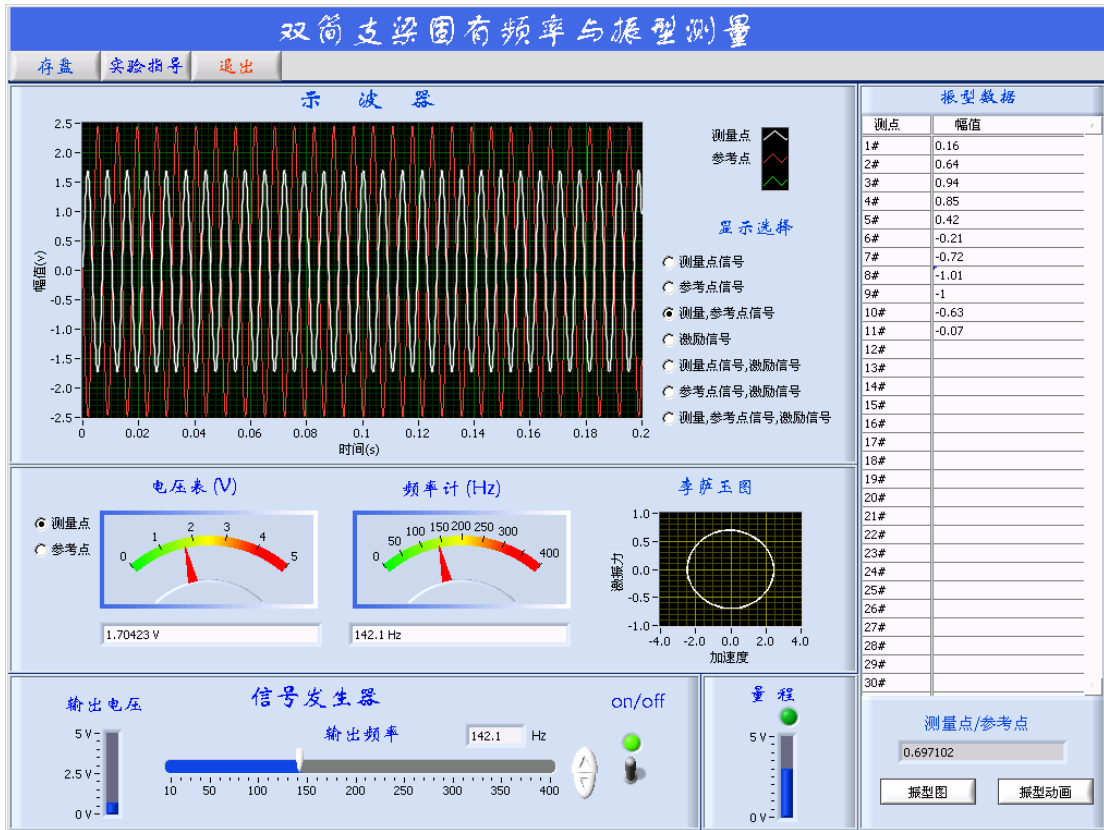

图 7-2 双筒支梁固有频率与振型测量实验操作界面
- 3、从“综合振动综合实验系统”对话框（图 2），进入“双筒支梁固有频率与振型测量”实验操作界面（图 7-2）。